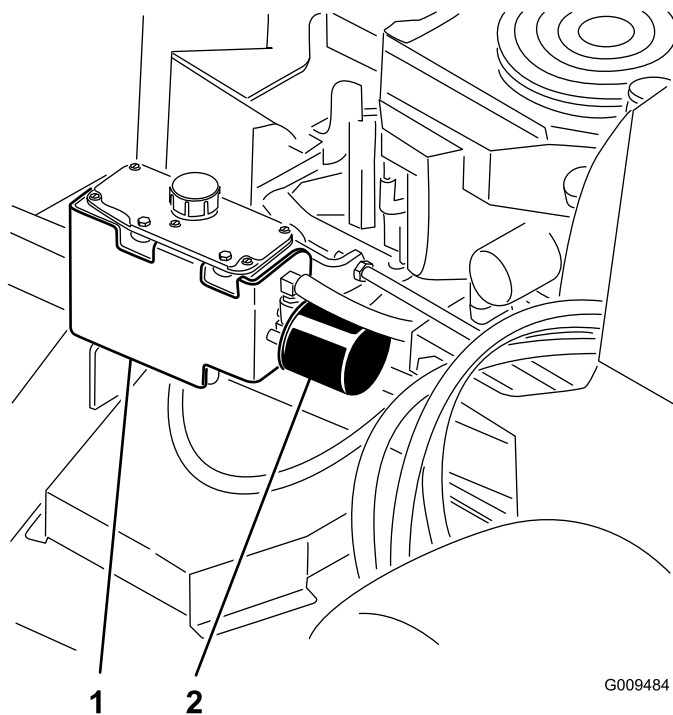

Figura 75
3. Individuate il filtro e collocate una bacinella di spurgo sotto il filtro (Figura 75).